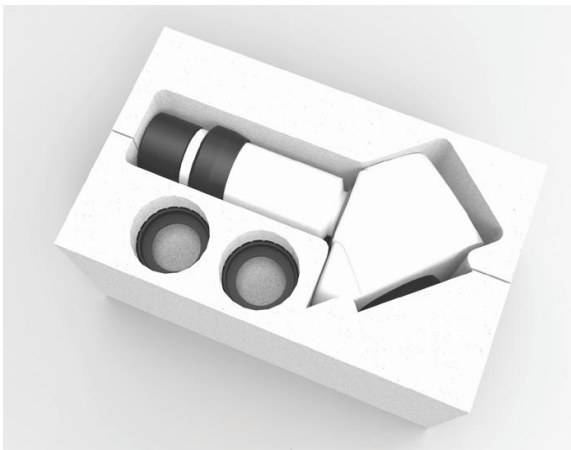

Fig. 6-7 – Confezione binoculare
- Prelevare la confezione (precedentemente estratta dalla camera di saldatura) contenente il binoculare (Fig. 6-7) ed estrarlo dalla confezione stessa;
Nella confezione del binoculare (Fig. 6-7) vi sono anche due paraocchi, i quali possono essere applicati sugli oculari, nel caso in cui l'utente indossi degli occhiali da vista.